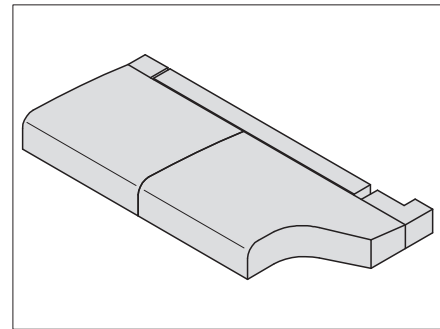
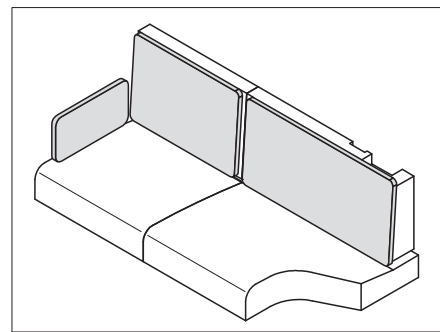

Fig. 201 Posicionar los apoyos del asiento
Fig. 203 Cojines para los apoyos del respaldo
- Colocar el cojín del asiento, el cojín del respaldo y los cojines adicionales como se muestra en Fig. 201 hasta Fig. 203.